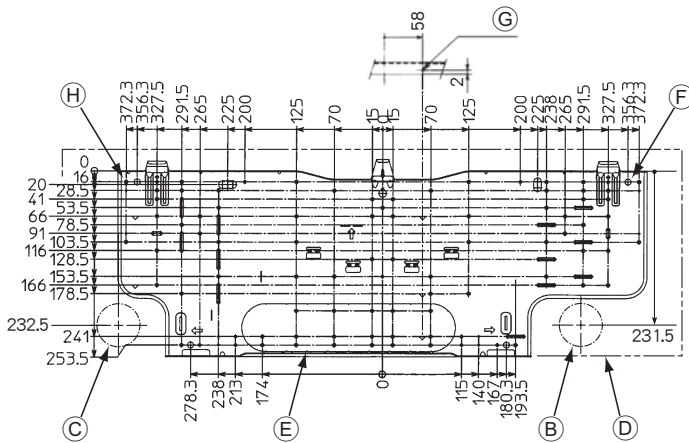

Рис. 3-2
3.2. Установка настенного крепления (Рис. 3-2)